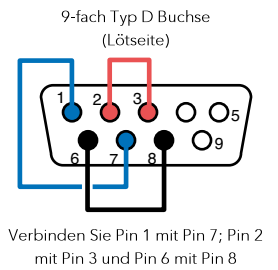

Abbildung B1.6.3
Berühren Sie eine dieser Tasten, wird auf dem entsprechenden seriellen Port ein Loopback Test durchgeführt. Damit der Test erfolgreich ist, müssen Sie eine 9-polige Typ D Buchse laut Abbildung B1.6.3 verdrahten und mit dem entsprechenden Port auf der Rückseite des Schreibers verbinden. Mit der gezeigten Verdrahtung kann sowohl der EIA232, als auch der EIA485 Kommunikations Standard getestet werden. Als Ergebnis des Tests erscheint an Stelle von „Serial 1“ oder „Serial 2“ „S1(2) Passed“ oder „S1(2) Failed“. Enthält Ihr Schreiber keine Comms Option, erscheint immer eine „Failed“ Meldung.